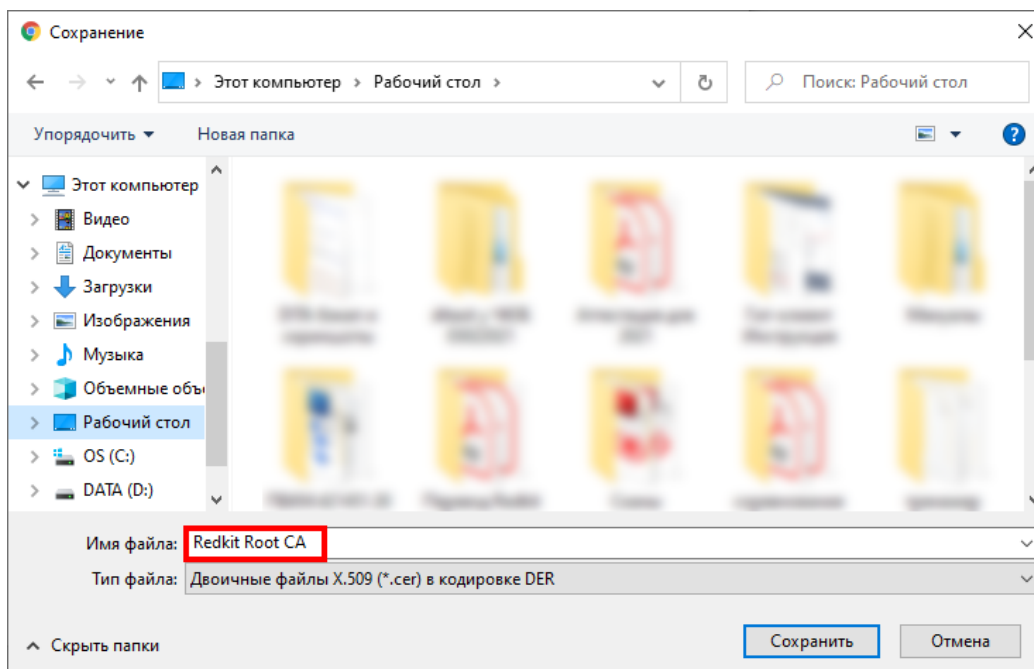

Рисунок 523 - Место хранения и имя файла
7. Выберите папку сохранения, впишите имя файла «Redkit Root CA» и нажмите **Сохранить** (Рисунок 523).